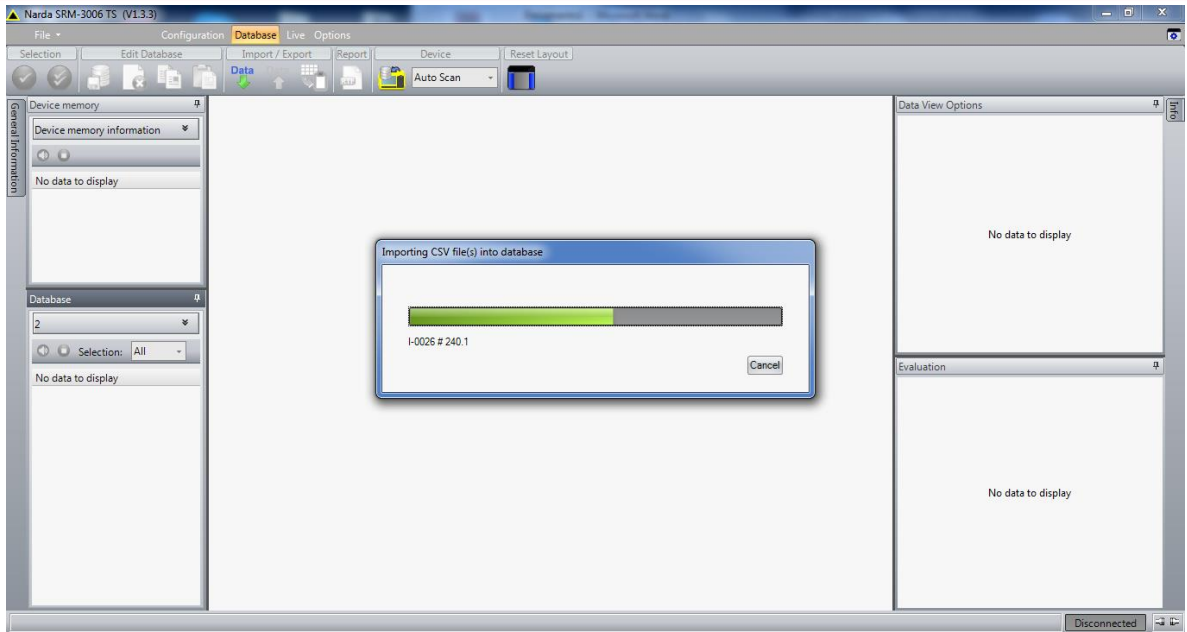
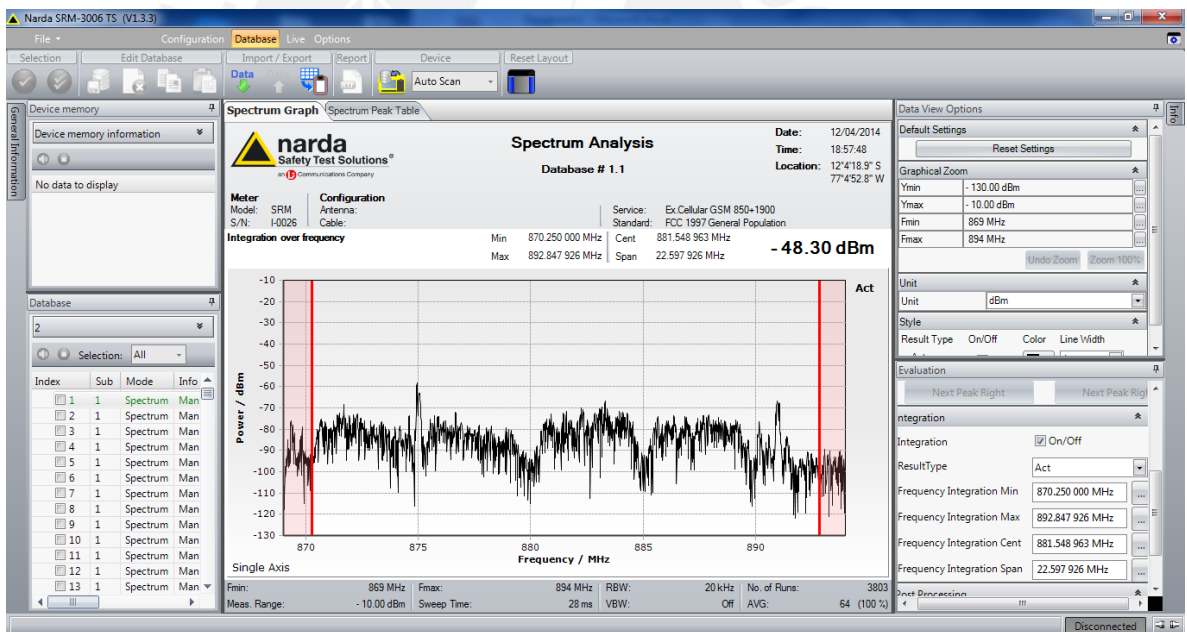

Figura 4: Importación de los datos en la archivo database creado
Figura 5: Evaluación de uno de los datos importados
- Luego se empezaran a importar toda la data seleccionada (figura 4) y se podrá visualizar cada punto medido en la parte inferior izquierda, en el cuadro Database. Finalmente se selecciona el dato y en la esquina derecha inferior se encuentra habilitada el cuadro de Evaluation, en donde se encuentra la opción Integration. Se puede realizar la integración de manera manual en la misma grafica o bien seleccionando una frecuencia de integración mínima o máxima (figura 5).